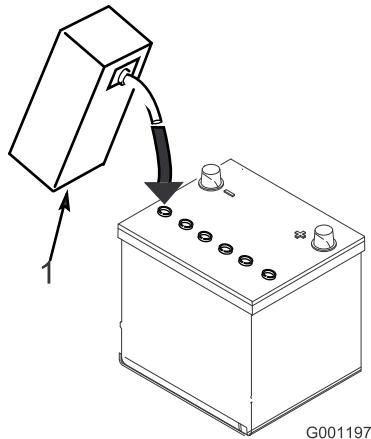

Figura 7
3. Encha cuidadosamente cada célula com eletrólito até as placas estarem cobertas com cerca de 6 mm de fluido (Figura 7).
- Aguarde aproximadamente 20 a 30 minutos para que as placas fiquem embebidas em eletrólito. Se necessário, volte a colocar eletrólito até ficar cerca de 6 mm acima do fundo do depósito de enchimento (Figura 7).